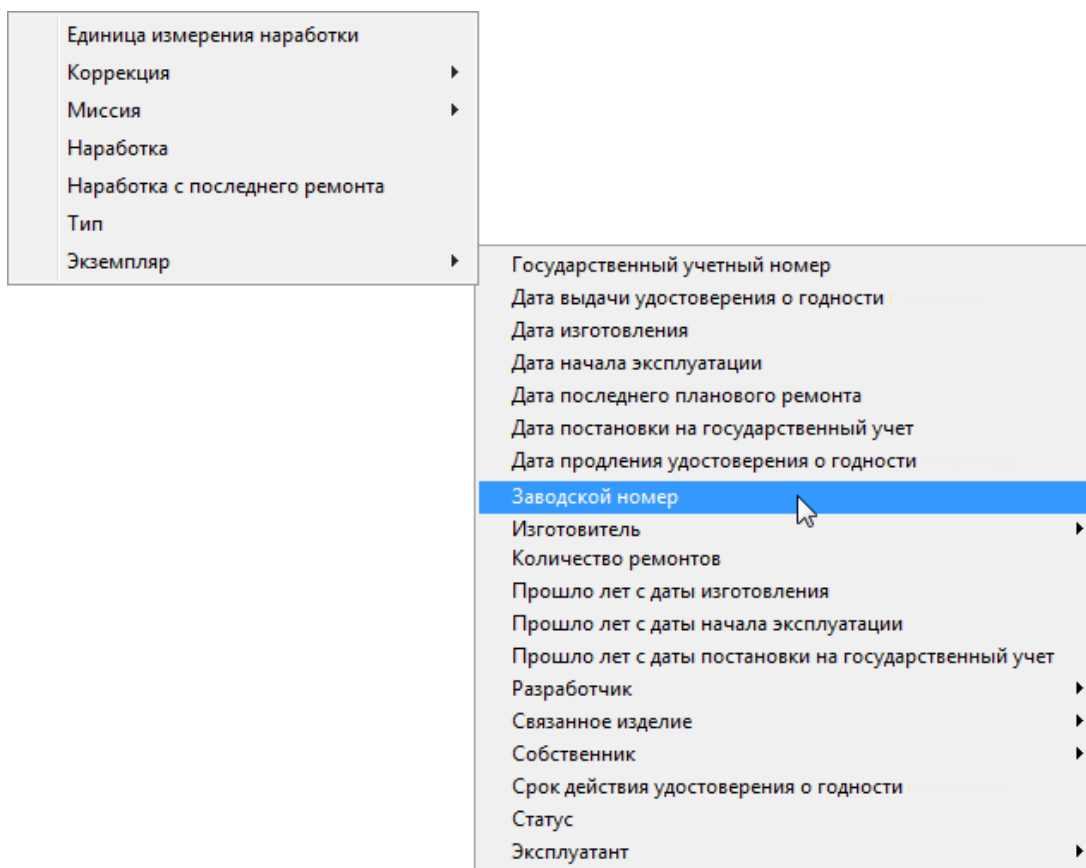
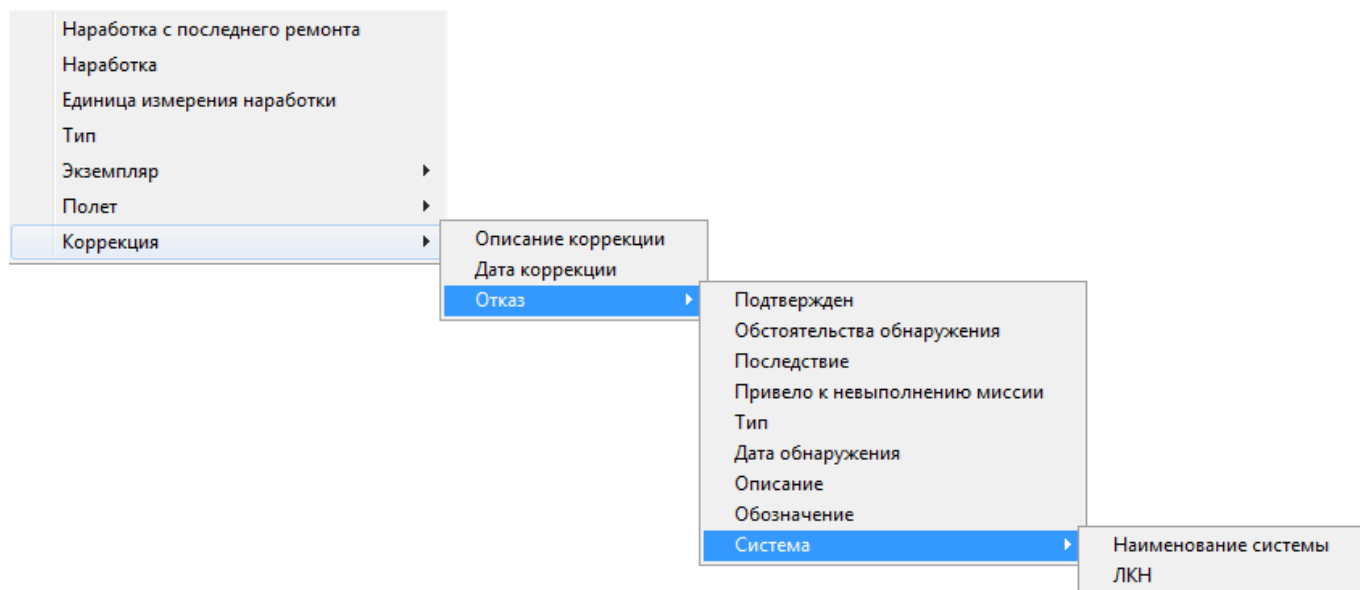

Рис. 7-19 – Выбрать параметр из выпадающего меню
Рис. 7-21 – Список параметров представляет собой многоуровневую структуру
4) В открывшемся списке выбрать нужный параметр (рис. 7-19).
Например, для подсистемы «Наработка» первый уровень вложенности списка параметров включает наработку с начала эксплуатации, наработку с последнего планового ремонта, единицу изменения наработки и тип наработки (рис. 7-19), которые являются характеристиками объекта «Наработка». Кроме них список включает элементы «Экземпляр», «Полет» и «Коррекция» – они являются ссылкой на другие объекты базы данных и в свою очередь характеризуются своим набором параметров, среди которых также могут быть ссылки на другие объекты БД (рис. 7-21).